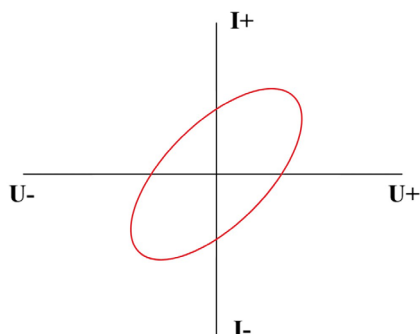

Рисунок 40. RC – цепочка на ВАХ.
- Размах плеч, их высота и точка перегиба зависят от параметров измеряемого компонента и параметров пробного сигнала. RC – цепочка на ВАХ (Рисунок 40):